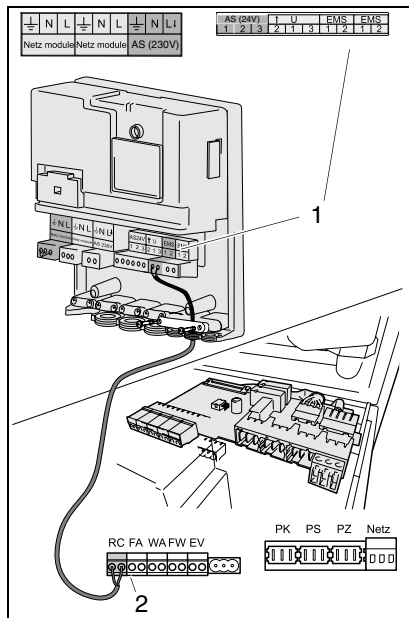

Fig. 1 Collegamento del modulo EM10 alla caldaia (esempio: Logamax plus GB142 e un montaggio a parete dei moduli)
- Collegare il modulo EM10 con un cavo bipolare dal morsetto EMS (fig. 1, pos. 1) al morsetto RC della morsettiera della caldaia (fig. 1, pos. 2). L'attacco deve rispettare la polarità.